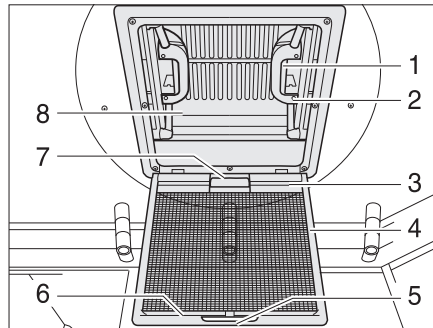

Bild 80 Dachhaube mit Schnappverschluss
- Am Griff (Bild 80,5) ziehen.
- Insektenschutz (Bild 80,4) nach unten klappen.
- Schnappverschluss (Bild 80,1) zur Innenseite der Dachhaube (Bild 80,8) drücken. Gleichzeitig mit dem Griff (Bild 80,2) die Dachhaube nach oben drücken.
- Insektenschutz (Bild 80,4) nach oben schwenken, bis er einrastet.
- An beiden Griffen (Bild 80,2) die Dachhaube (Bild 80,8) kräftig nach unten ziehen, bis beide Schnappverschlüsse (Bild 80,1) eingerastet sind.
- Verdunklungsrollo am Griff (Bild 80,7) ziehen und Hakenleiste (Bild 80,3) in die Halteleiste (Bild 80,6) am Insektenschutz einhängen.
- Hakenleiste (Bild 80,3) von der Halteleiste (Bild 80,6) lösen und Verdunklungsrollo langsam zurückführen.